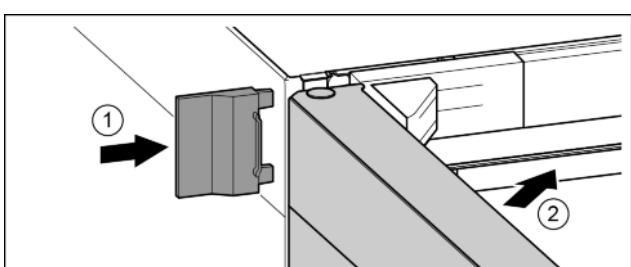

Fig. 26
- Нахлузете външния капак. Fig. 26 (1)
► Затворете горната врата. Fig. 26 (2)